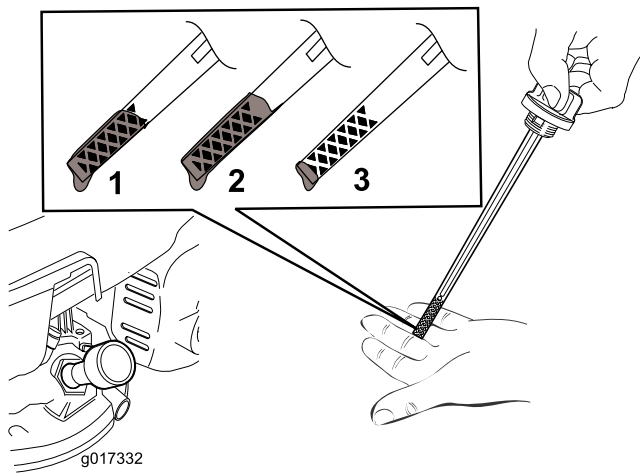

Figura 11
5. Para determinar o nível de óleo adequado na vareta, consulte a Figura 11.
Nota: Encha o cárter do motor com óleo até a vareta indicar que o nível de óleo do motor está correto, como se mostra na Figura 11. Se encher demasiado o motor com óleo, retire o óleo em excesso, como se mostra na Substituição do óleo do motor \(página 16\).